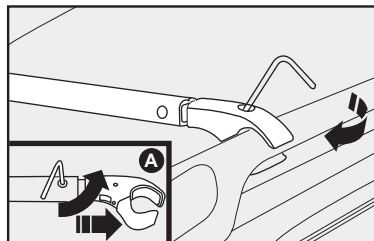

fig. 123
3) Apriete los tornillos allen de sujeción de las barras utilizando para tal la llave “L” específica **fig. 123**.
Para proporcionar más facilidad de instalación, las barras transversales poseen una regulación telescópica que posibilita alterar la longitud de las mismas - detalle **fig. 123**. Es importante recordar constantemente que en la instalación de las barras siempre se deberá respetar la numeración estampada en las mismas.